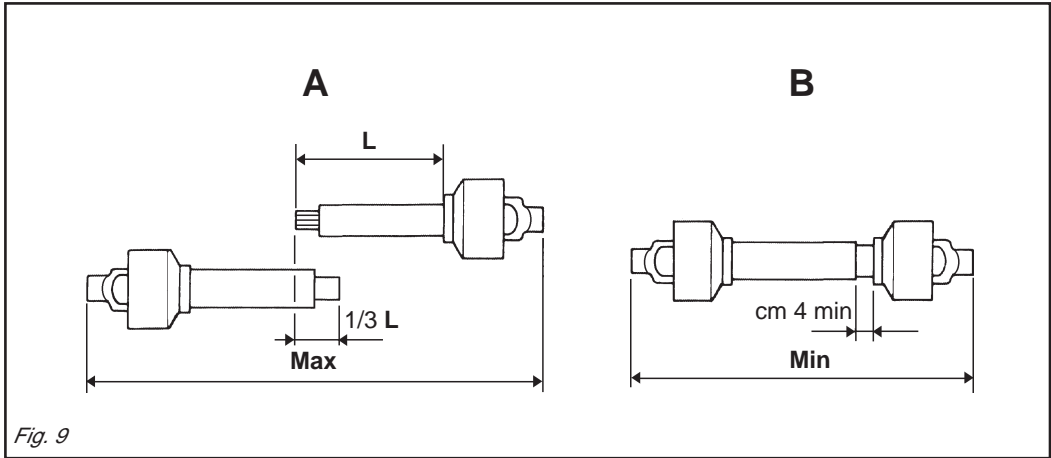

Fig. 9
- Quando è sfilato al massimo, in ogni condizione di lavoro i tubi telescopici devono sovrapporsi per almeno 1/3 della loro lunghezza (A Fig. 9).
- Quando è inserito al massimo il gioco minimo deve essere di 4 cm (B Fig. 9). Se ciò non fosse possibile, interpellare il Servizio Tecnico della Ditta Costruttrice.
- *When is withdrawn to the maximum, in every working condition, the tubes must overlap for at least 1/3 of their length (A Fig. 9).*
- *When it is fully inserted, the minimum play must be 4 cm (B Fig. 9). If this is not the case, see the Technical Service of the manufacturer.*
- Ist die maximal ausgefahren, so müssen die Teleskoprohre bei jeder Betriebsart für mindestens ein Drittel ihrer Länge übereinander gelagert sein (A Abb. 9).
- Ist die Kardanwelle vollkommen eingefahren, so hat das Spiel mindestens 4 cm zu betragen (B Abb. 9). Sollte dies nicht der Fall sein, so wenden Sie sich an den nächsten Kundendienst der Herstellerfirma.
- *Dans toutes les conditions de travail, quand est déboîté au maximum, les tubes télescopiques doivent se superposer sur au moins 1/3 de leur longueur (A Fig. 9).*
- *Quand il est emboîté au maximum, le jeu minimum doit être de 4 cm (B Fig. 9).*
- Cuando está extraído al máximo, en todas las condiciones de trabajo, los tubos telescópicos tienen que superponerse por 1/3 al menos de la propia longitud (A Fig. 9).
- Cuando está introducido al máximo, el juego mínimo tiene que ser de 4 cm (B Fig. 9). Si esto no fuera posible, consulte al servicio técnico del fabricante.